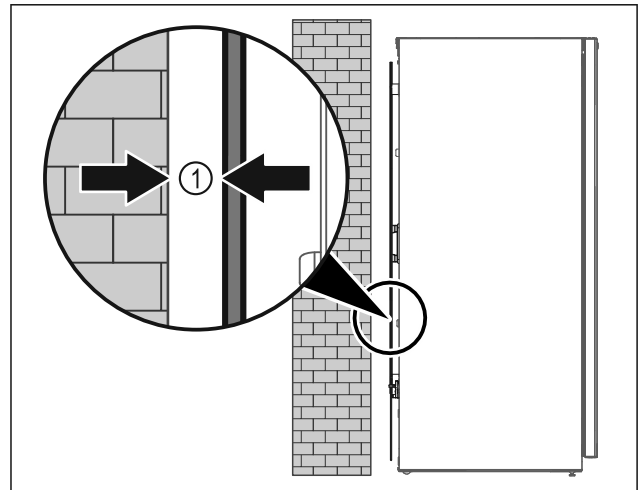

Fig. 10
- ▶ Instalați aparatul fie liber în încăperea sau direct la un perete cu o distanță minimă de 5 mm Fig. 10 (1).